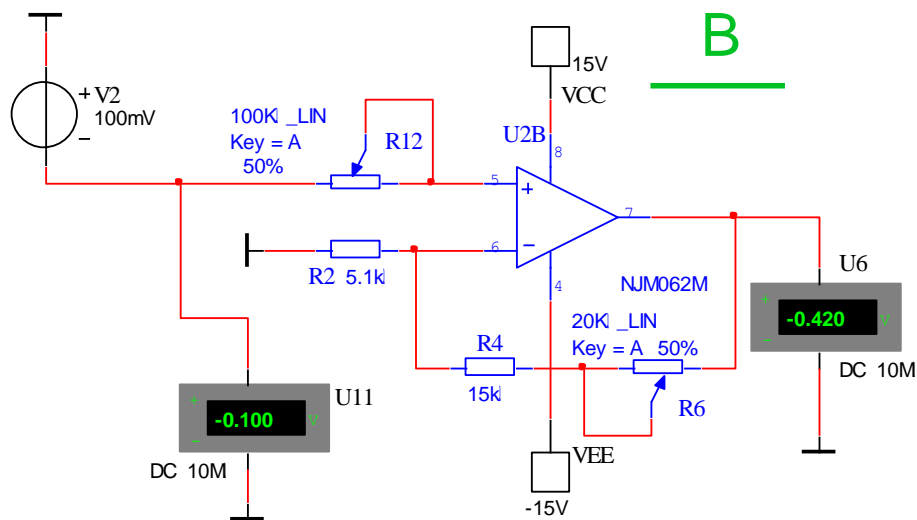

Рисунок 2.2– Принципиальная схема включения ОУ в неинвертирующем режиме
2.3 Активировать программу (меню «Simulate/Run») и провести эксперимент со схемой неинвертирующего включения ОУ (схема В, рисунок 2.2).